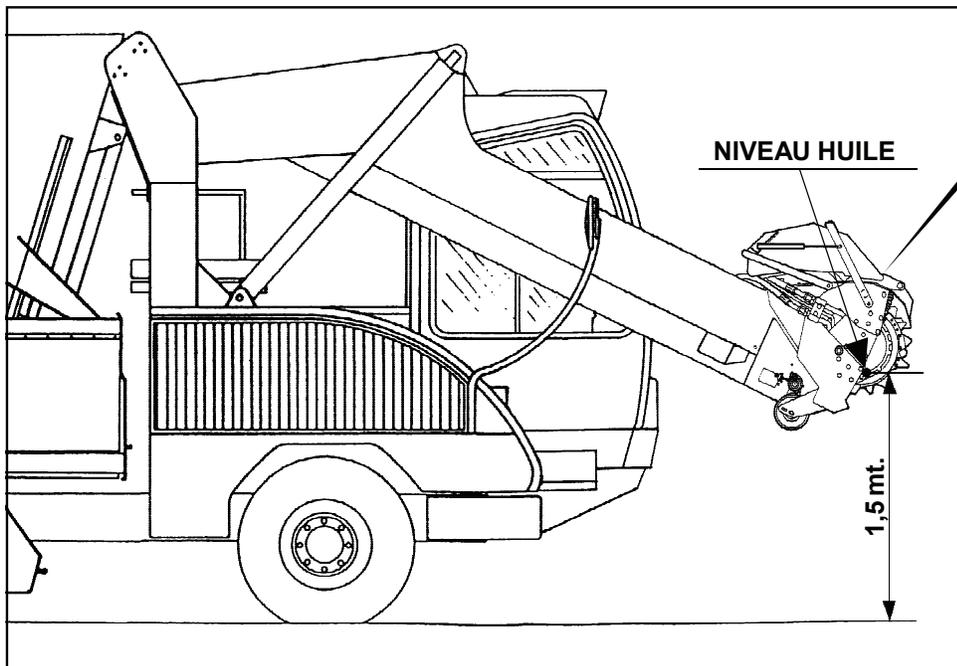
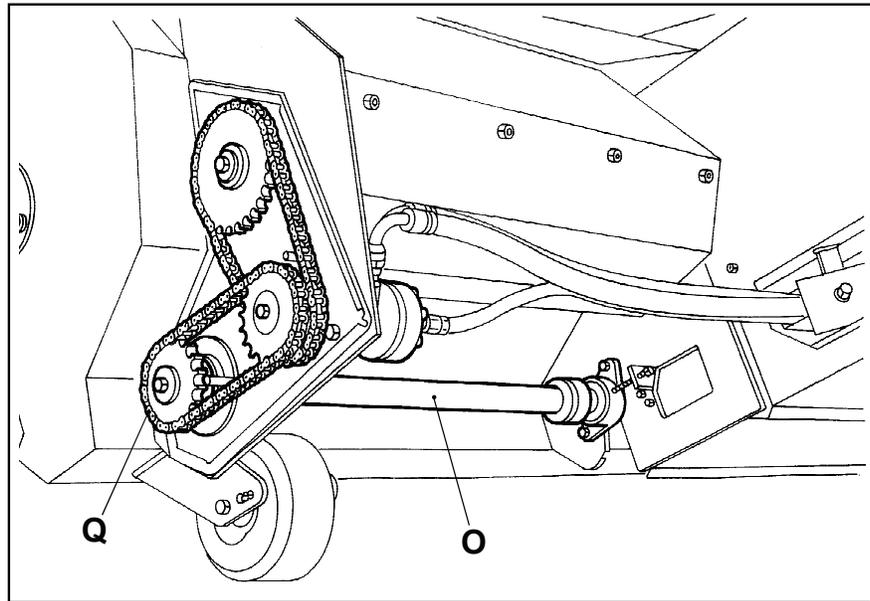

FIG. 55
FIG. 67
Pour contrôler le niveau, soulever la fraise à 1,5 m environ et enlever le bouchon de niveau (Fig. 55).
<ul style="list-style-type: none"> • La machine ne pas charge pas le aliments: • le tapis se bloque et l'arbre (O) (Fig. 55) tourne en faisant glisser le rouleau par rapport au tapis: • le tapis se bloque et l'arbre (O) (Fig. 55) ne tourne pas: 	<ul style="list-style-type: none"> • Vérifier la tension du tapis (Fig. 50 - Pag. 61) et le centrage (Fig. 51). • Contrôler d'éventuels encrassement à l'intérieur du canal. <hr/> <ul style="list-style-type: none"> • Contrôler qu'il n'y ait pas d'éventuels corps étrangers entre les pièces inférieures du tapis et le coffre de protection. • Contrôler que le tapis ne soit pas abimé. <hr/> <ul style="list-style-type: none"> • Vérifier que la vis de chargement ne soit pas encrassée (P - Fig. 68). • Vérifier les chaînes de transmission (Q - Fig. 67).